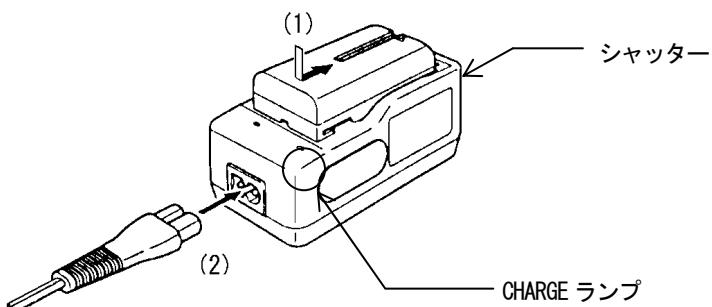

図3-38 充電器
(1) 充電器使用方法
- a) 充電器にバッテリーパックを取り付け(図3-38-(1)参照)
ACケーブルを充電器に接続し、ACケーブルのACプラグをコンセントに差し込んでください。(図3-38-(2)参照) 充電器のCHARGEランプ(オレンジ)が点灯し、充電が始まります。